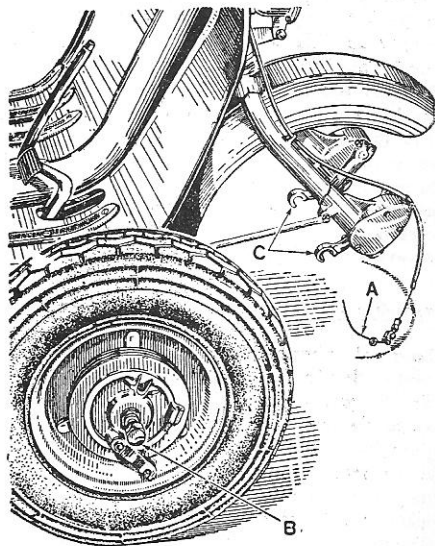

Fig. 6
Para sacar la rueda delantera (fig. 6) hay que desconectar primero el cable de comando del freno (A), luego destornillar las dos tuercas laterales (B) que la unen a las palancas oscilantes (C) y desplazar las arandelas que se encuentran bajo las tuercas dentro de las mismas palancas.